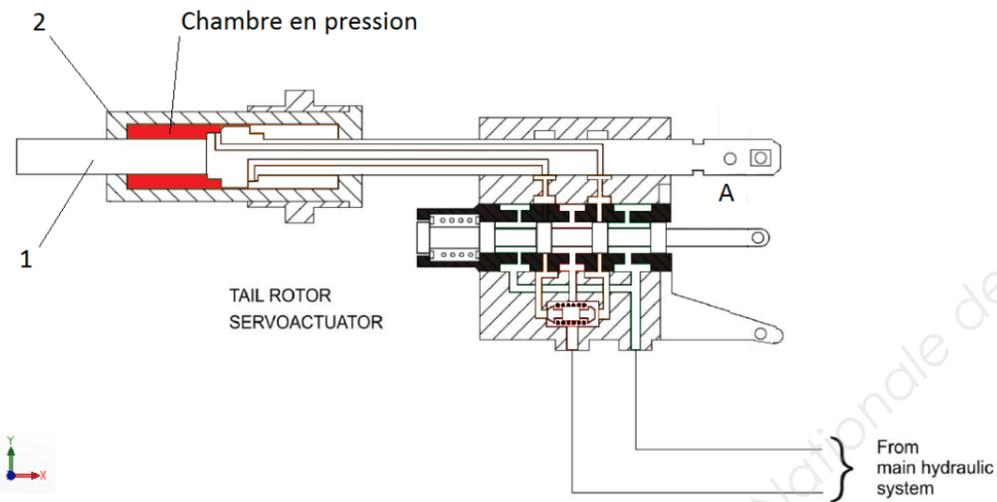

Figure 9
4. La chambre de gauche de la servocommande est en pression (voir figure 9).
Q26 - Déterminer la force  $\vec{A}_{1/3}$  appliquée en A par la tige de la servocommande sur le levier 3. Représenter cette force sur la figure 9 suivante.